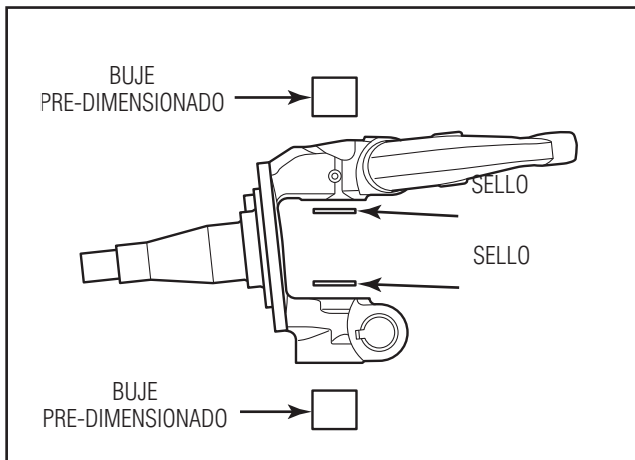
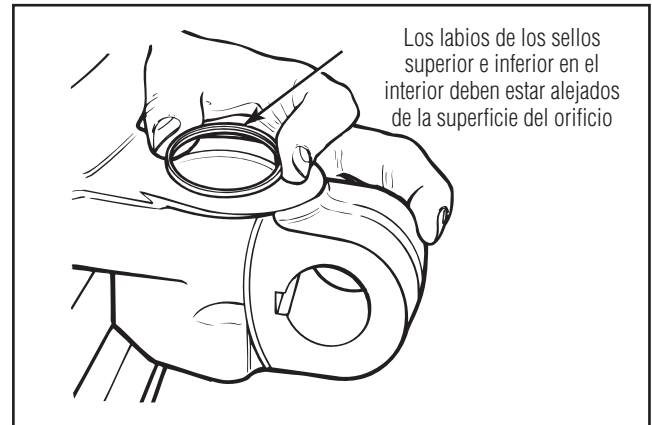

Figura 2
Figura 3
2. Usando el instalador de bujes adecuado (Tabla 1), instale los nuevos bujes de bronce pre-dimensionados en la parte superior e inferior del muñón. Figura 2. Continúe con la instalación hasta que el buje esté debajo de la parte superior del orificio. Si el muñón tiene una tapa roscada, continúe con la instalación hasta que el buje esté justo debajo de las roscas.
3. Instale los sellos de grasa superior e inferior de manera que las "V"s de los labios de los sellos se abran en dirección opuesta a los agujeros. Los sellos deben quedar a la altura de la superficie maquinada de los agujeros del muñón. Figura 3 y Figura 2.